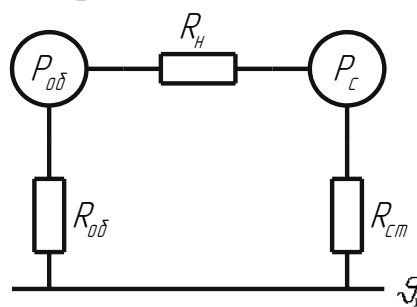

рис. 5
5. Определить температуру обмотки $\theta_{об}$ и температуру стали сердечника якоря $\theta_{я}$ по схеме замещения (рис.5), если известны следующие параметры: